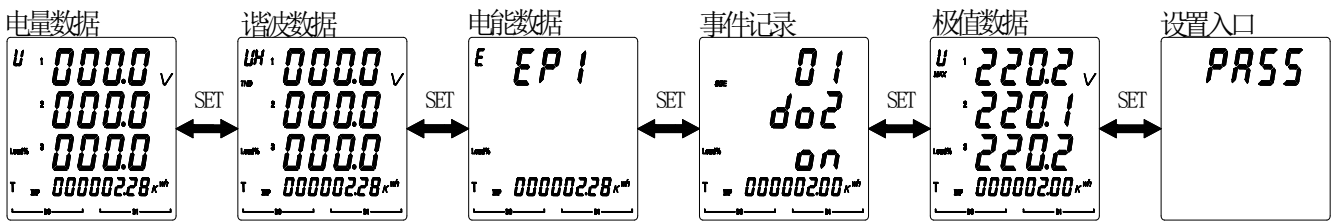

图 16
5.2.3 查看 AMC72L/96L 的各类电量参数的步骤如图 16、17 所示